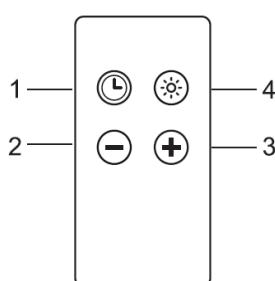

Рис. 7
- Вытяжкой WK-11 Smart II можно управлять с помощью пульта дистанционного управления (рис. 7).
Определение кнопок (рис. 7)